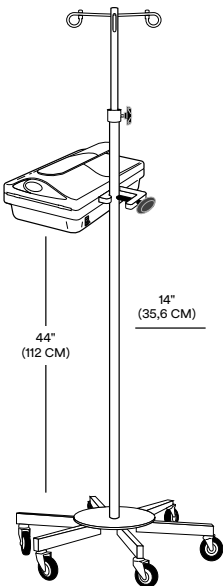

Fig. 3
1. Fäst Ranger blod-/vätskevärmeeenhet vid infusionsställningen. Dra åt infusionsställningsklämman ordentligt (se fig. 3).